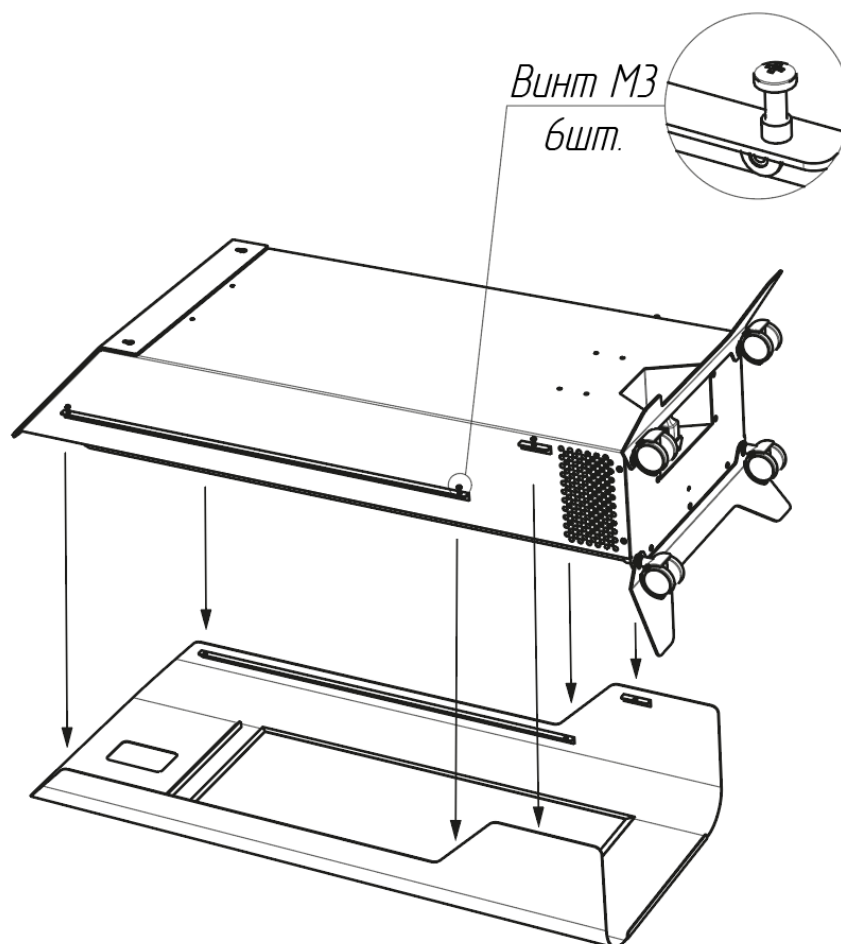

Рисунок 4. Схема разборки корпуса и передней панели рециркулятора.
- Снять переднюю панель открутив винты для её крепления с помощью отвёртки (винты из корпуса не выкручивать полностью для исключения их потери) и перевернуть корпус, чтобы получить доступ к элементам, расположенным внутри – смотри рисунок 4;
- Снять переднюю панель открутив винты для её крепления (винты из корпуса не выкручивать полностью для исключения их потери) с помощью отвёртки и перевернуть корпус, чтобы получить доступ к элементам, расположенным внутри – смотри рисунок 4;